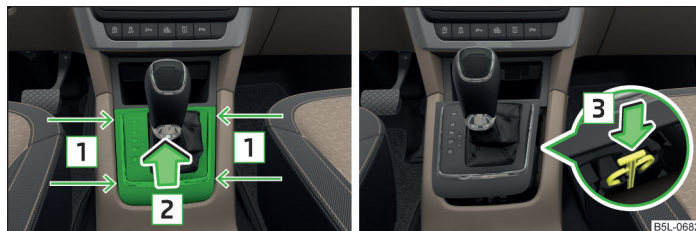

Fig. 189 Desbloqueo de emergencia de la palanca selectora
- Introduzca un destornillador plano en la hendidura en la zona de las flechas **1** » fig. 189 y levante la tapa en el sentido de la flecha **2**.